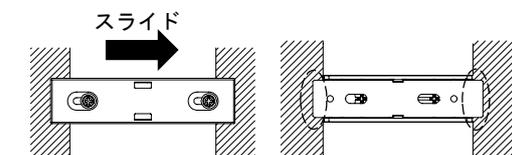

図2 保護板正面図
- 保護板正面からブラインド本体とスライド金具のスペースに保護板を挟み込み、ドライバーでねじ部を利用してスライド金具をスライドさせてください。(図2)